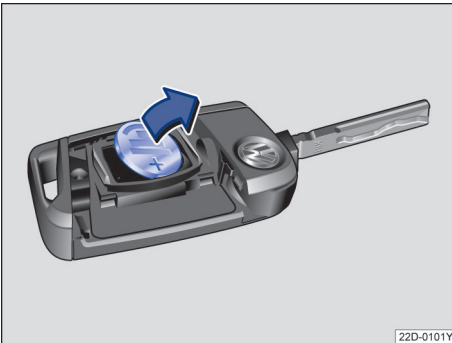

图 43 汽车钥匙：取出旧电池
- 安放新电池，然后沿→图 43 箭头相反方向将其推入电池盒内。
- 用一合适的扁平器具从电池盒里撬出电池→图 43。